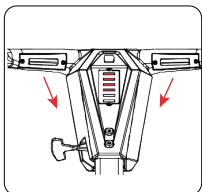

Figure 01
1. Relâchez tous les interrupteurs de démarrage au niveau de la poignée (Fig. 01-Fig. 02).